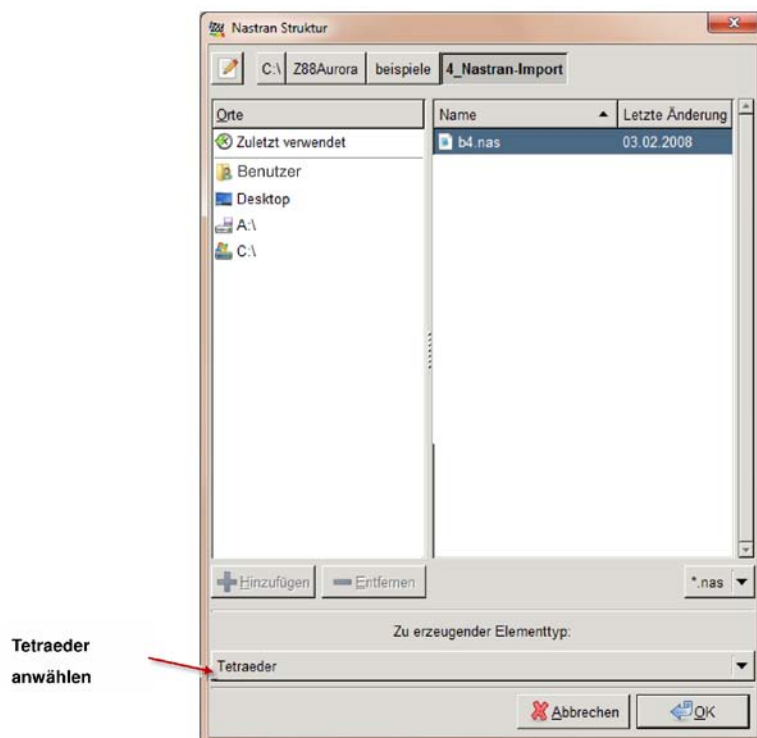

Abbildung 1: NASTRAN-Import von Tetraedernetz
**Nastran-Datei** geladen werden kann (Abbildung 1).